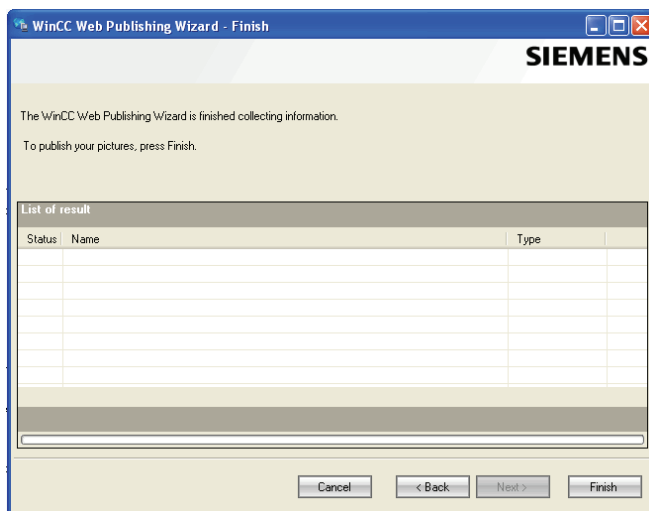

图 15-14 Web 服务器组态完成
7) 单击“Finish”按钮，完成 Web 服务器组态，如图 15-14 所示。